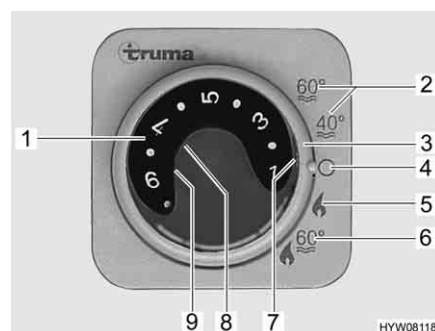

Fig. 162 Centralina di controllo per riscaldamento/boiler
- Impostare la modalità di funzionamento tramite l'interruttore girevole (Fig. 162,3).
A seconda della temperatura ambiente desiderata, il riscaldamento seleziona automaticamente il livello del bruciatore necessario. Al raggiungimento della temperatura ambiente desiderata, il bruciatore si spegne. Durante la modalità di funzionamento "Riscaldamento e boiler" (Fig. 162,6) è riscaldata anche l'acqua nel boiler. Nella modalità di funzionamento "Riscaldamento senza boiler" (Fig. 162,5) è possibile far funzionare il riscaldamento con il boiler vuoto.
- Impostare la manopola della temperatura (Fig. 162,1) sulla centralina di controllo scegliendo la potenza desiderata.
- Posizionare l'interruttore girevole (Fig. 162,3) su funzionamento invernale "Riscaldamento senza boiler" (Fig. 162,5) o "Riscaldamento e boiler" (Fig. 162,6).
Si accende la spia verde di controllo (Fig. 162,7).
- Posizionare l'interruttore girevole (Fig. 162,3) su "O" (Fig. 162,4).
La combinazione funzionamento a gas e funzionamento elettrico a 230 V diminuisce il tempo di riscaldamento del veicolo (è possibile solo se il riscaldamento viene impostato sulla centralina di controllo (Fig. 162) su funzionamento invernale).